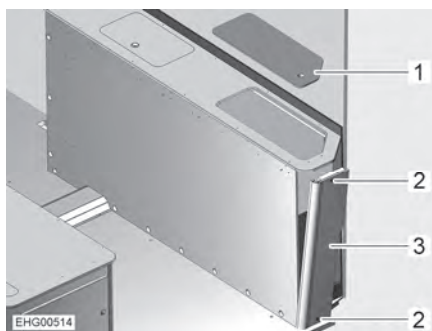

Fig. 121 Armazón de la cama a la derecha
- Retirar la tapa de servicio (Fig. 121,1).
- Desenroscar los 2 tornillos (Fig. 121,2).
- Meter la mano en el armazón de la cama desde arriba y empujar la pared lateral (Fig. 121,3) ligeramente hacia fuera.